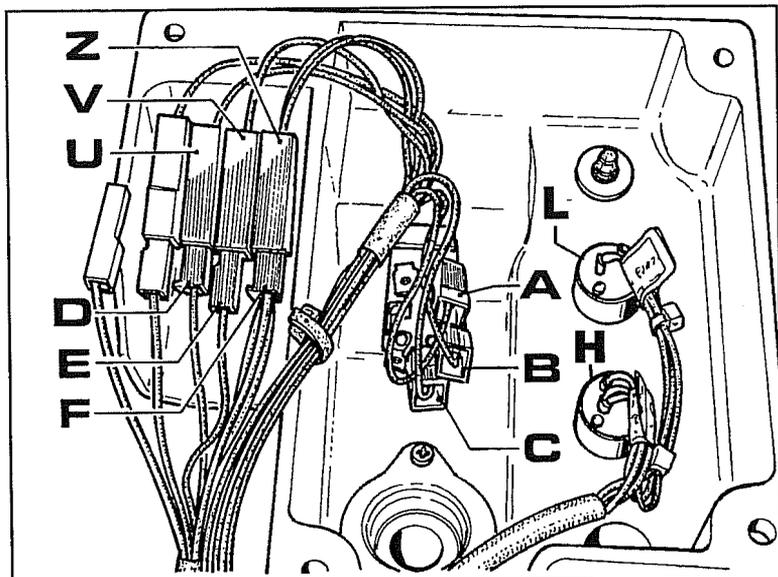

Fig. 43
5. Pour effectuer l'exclusion il faut enlever la boîte support rhéostats placée sur le garde-boue droit, puis la retourner comme dans la fig.43.
6. Avant de débrancher les câbles **A-B-C** de l'unité de commande de l'interrupteur soulevé/abaissé, vérifier leur accouplement qui doit être le suivant (cf. fig.43):